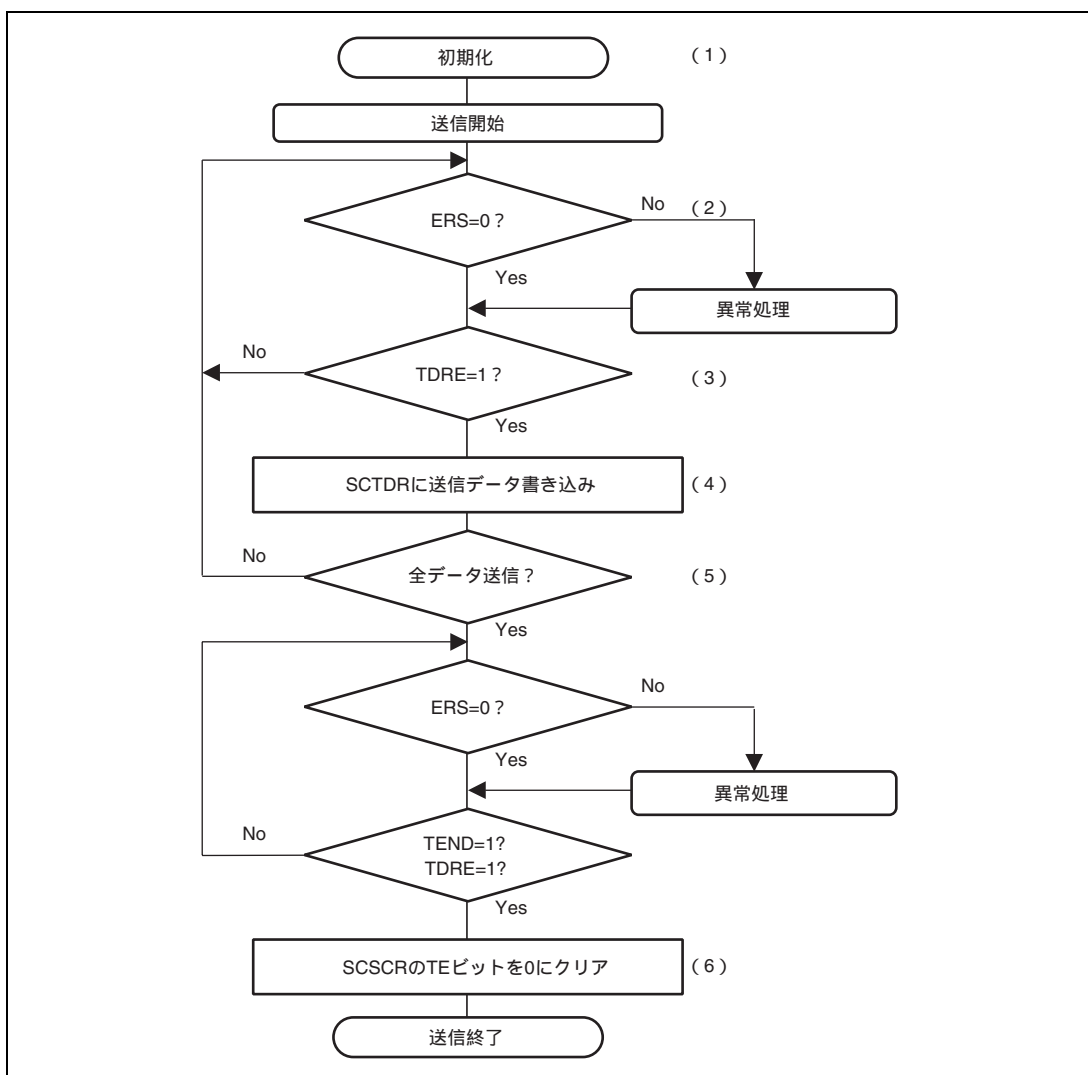

図 30.5 送信処理フローの例
(2) シリアルデータ送信
スマートカードモードにおけるデータ送信ではエラーシグナルのサンプリングと再送信処理があります。送信処理フローの例を図 30.5 に示します。図 30.5 の (1) ~ (6) は以下の操作に対応します。
1. 「30.4.5 (1) 初期化」の手順に従いスマートカードインタフェースモードに初期化します。
3. SCSSRのTDREフラグが1にセットされていることが確認できるまで、(2) ~ (3) を繰り返してください。